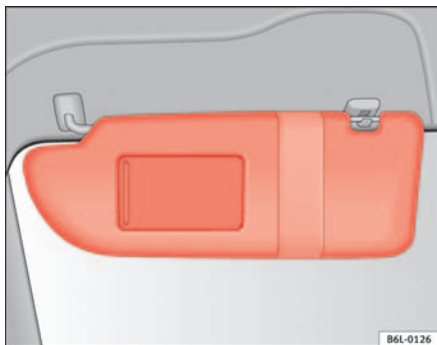

Fig. 62 Parasol del lado del conductor
Los parasoles del conductor y del acompañante pueden extraerse de sus soportes centrales y girarse hacia las puertas ⇒ fig. 62 ①.